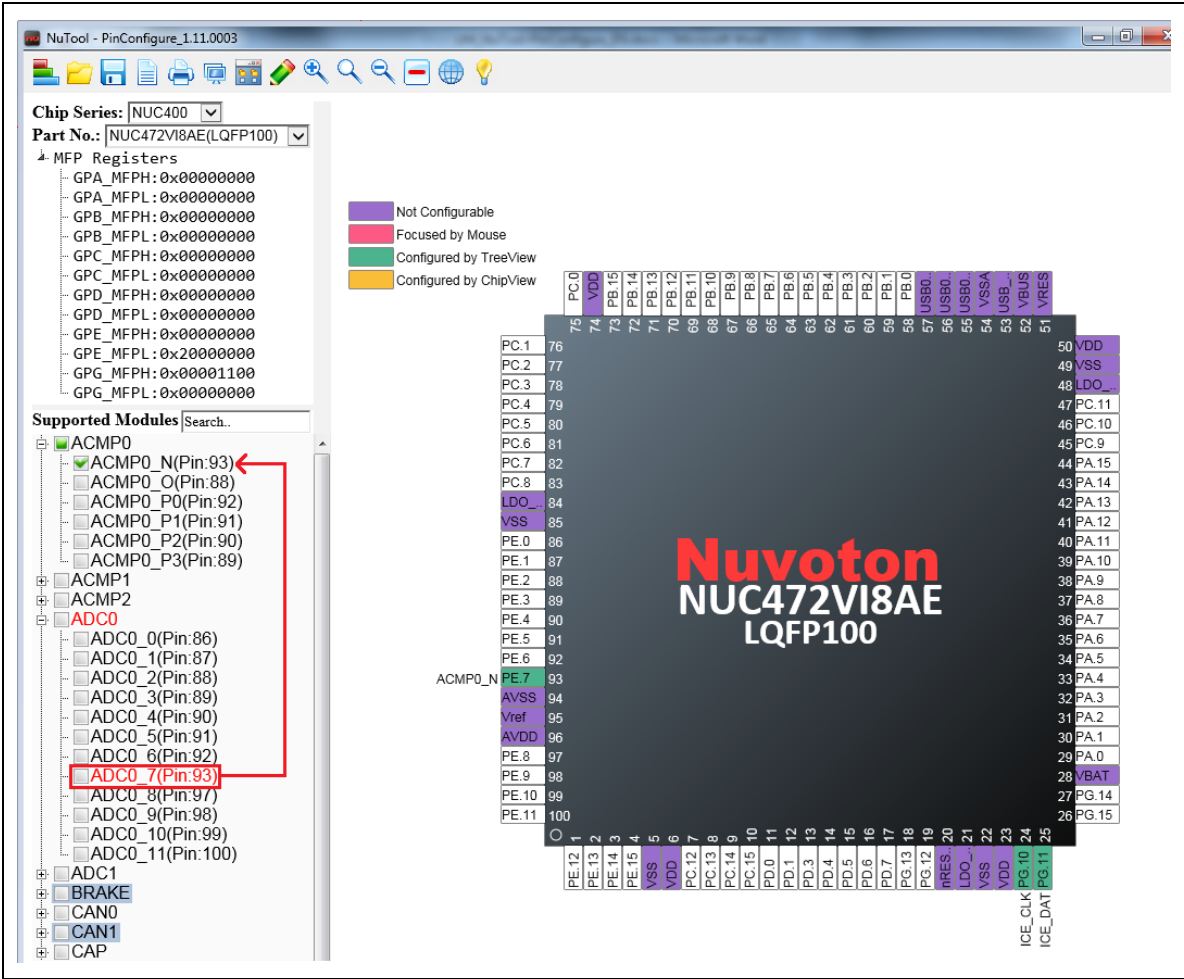

图 3-8 基于移除的调整
1. 将鼠标移动到预期的管脚上，并点击鼠标左键。接着在管脚附近将显示出多功能管脚的选项(参照图 3-8)。